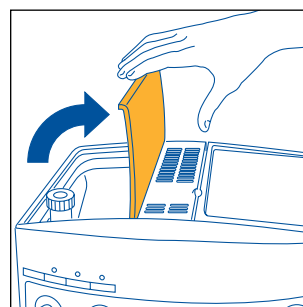

Fig.2
- Open het deksel van het bakje voor koffiebonen (fig. 2).